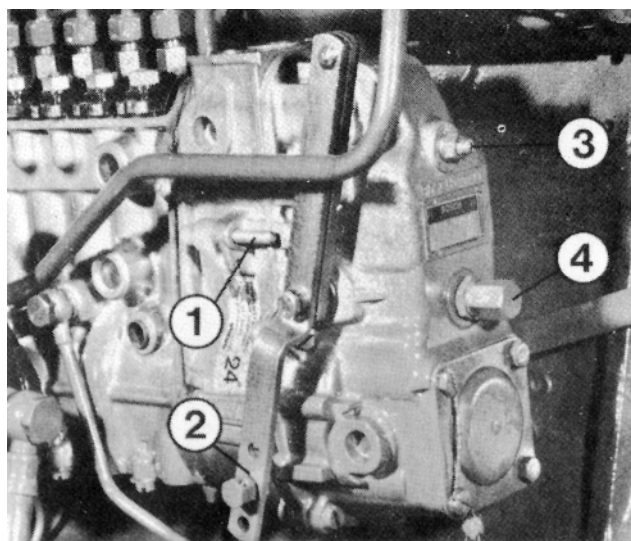

Fig. 120. Inställning av varvtal
3. Justera vid behov varvtalet genom att skruva justerskruven 3, fig. 120, ut eller in.